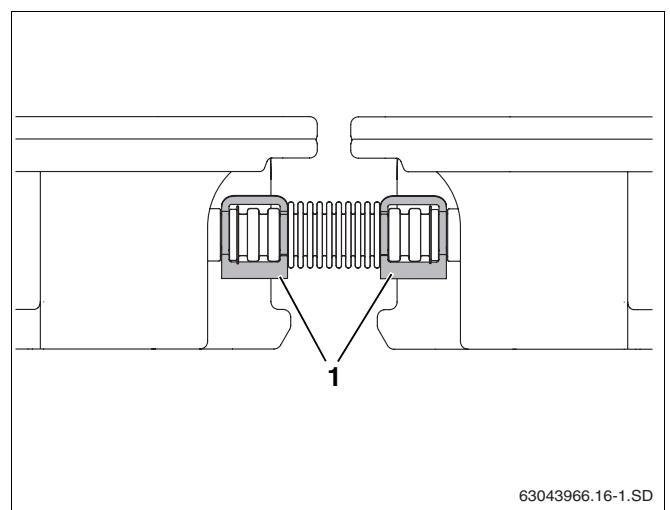

Fig. 27 Ligação de tubo ondulado fixa com grampos
- ▶ Fixe cada tampa de fecho com um grampo e cada ligação de tubo ondulado com dois grampos (fig. 27, **item 1**).